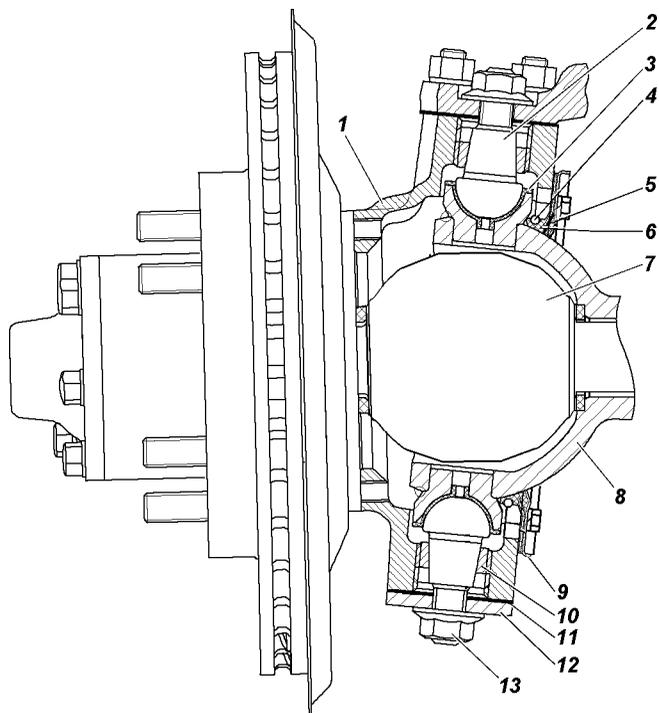

Рис. 9.17. Поворотный кулак и ступица:
**Регулировка затяжки шкворней 2 (рис. 9.17) поворотного кулака** на заводе производится с предварительным натягом вдоль общей оси шкворней.